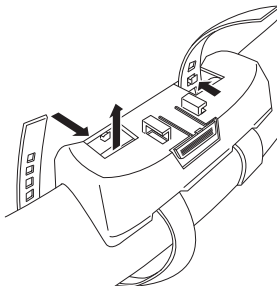

Fig. 16
2. Fixez le support au bord intérieur du volant de manière qu'il fasse face au conducteur. (Fig. 16)